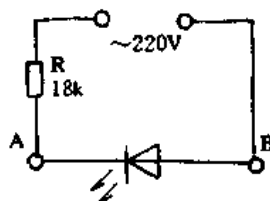

图 6-36 交流电电击复活发光二极管
(1)如图 6-36 所示,用交流  $220V$  市电加限流电阻进行电击复活。先将 A 端与发光二极管一只脚接好,再用 B 端裸导线去触碰管子的另一只脚,动作要迅速,电击一次不行可进行多次,直到万用表